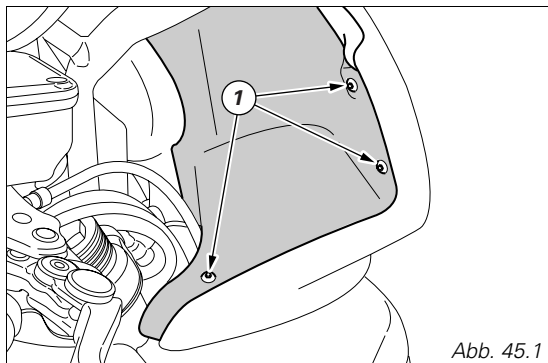

Abb. 45.1
Die sechs Schrauben (1) für die Befestigung der inneren Abdeckung beidseitig an der Cockpitverkleidung lösen und nach oben hin abziehen (Abb. 45.1).